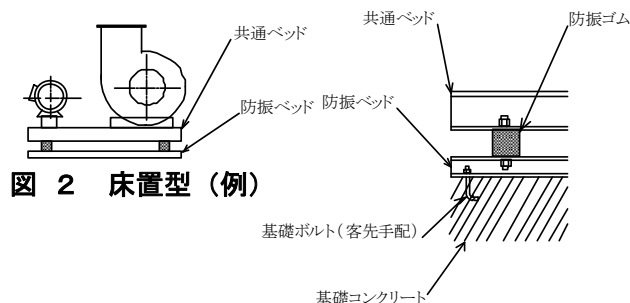

図 2 床置型 (例)
- ① 十分な強度をもつコンクリート基礎に基礎ボルト（客先手配）をしっかりと埋め込み、防振ベッド（または共通ベッド）を水平に固定してください。(図2)